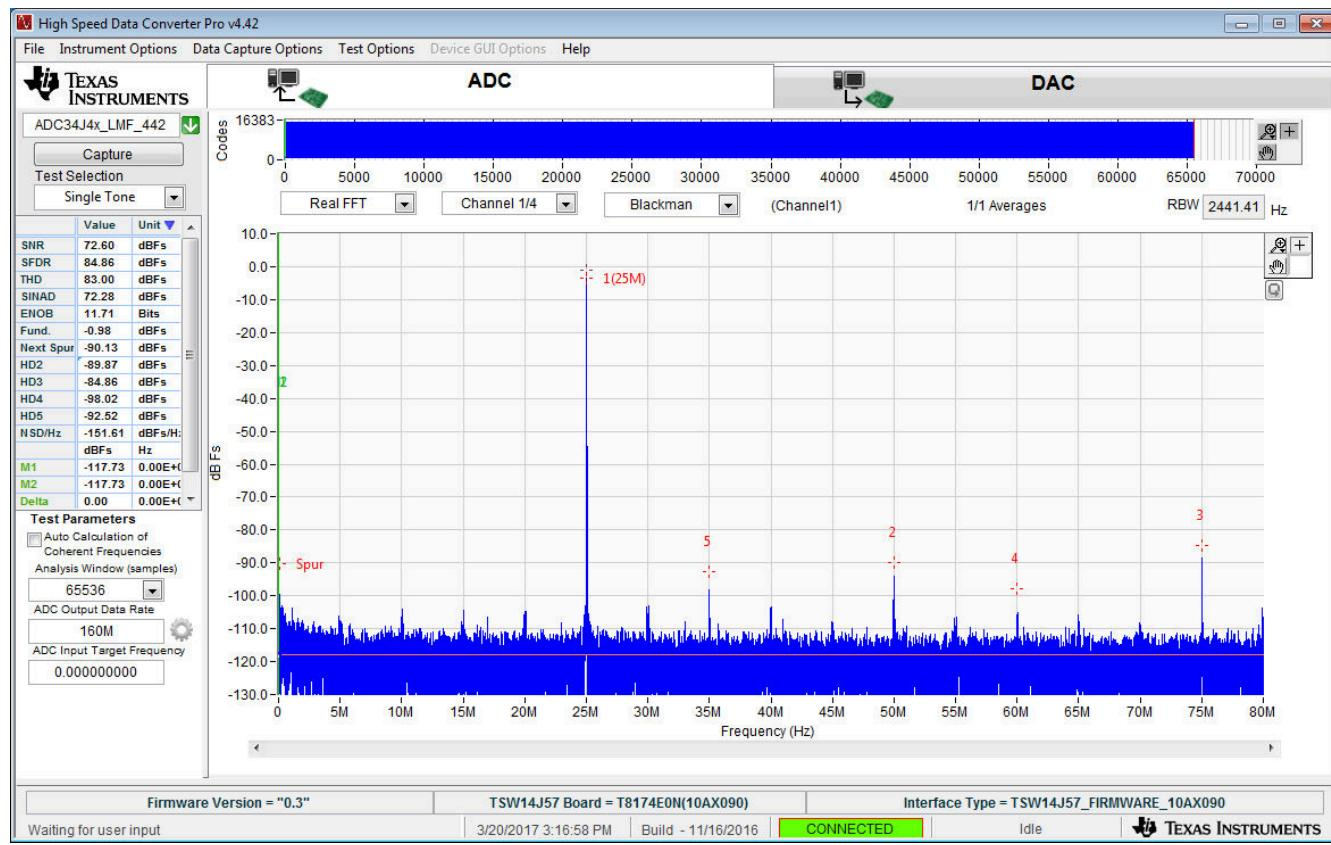

图 7-4. ADC34J45 在 14 位模式下以 160Msps 采样率和 25MHz 输入信号运行
5. 选择要使用的采样点数（以及生成的 FFT 频段数）。图 7-4 中显示的示例具有 65536 个样本。
6. 输入 ADC34J45 采样率。图 7-4 中显示的示例将采样率设置为 160Msps。
7. 输入所需的输入频率。图 7-4 中显示的示例在 HSDC 专业版 FFT 图上将滤波输入频率设置为 25MHz 和大约 -1dBFS。
10. 观察与图 7-4 类似的 FFT 结果。